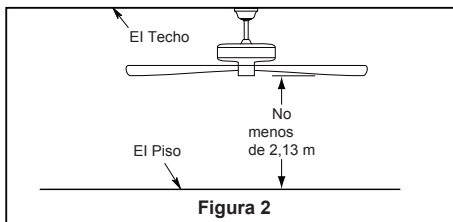

Figura 2
Uso de perfil profundo (Figura 2)
- ☐ 2. Retire el clip de horquilla y pasador de horquilla de la parte inferior de la bola para colgar. Retener el pasador y clip para la reinstalación en el paso 5. (Figura 2)
Debe colgar el ventilador a una distancia mínima de 2,13 m desde las aspas hasta el piso. (Figura 2)
Para evitar una posible descarga eléctrica, asegúrese de cortar la alimentación eléctrica de la caja de fusibles principal antes de alambreado el ventilador. (Figura 2)
2. Coloque y ajuste firmemente la cubierta para el tornillo de la base sobre los tornillos de reborde de la abrazadera para colgar mediante el mecanismo de seguro por giro del chavetero. (Figura 2)
- ☐ 2. Instale la ensamble de la placa de iluminación en el soporte utilizando las dos ranuras principales de conexión. Vuelva a colocar el tercer tornillo y asegure los tres tronillos. (Figura 2)
- ☐ 2. Restaure la fuente de alimentación de la toma de corriente enciendi la electricidad del fusible principal. (Figura 2)